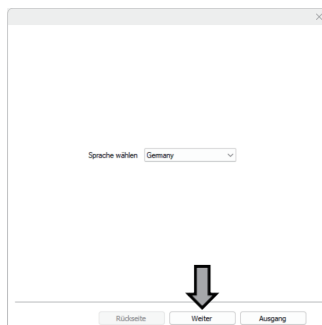

Fig.2
- ② Öffnen Sie die Installationsoberfläche des Druckertreibers, wählen Sie Ihre bevorzugte Sprache aus und klicken Sie auf „Weiter“ (siehe Abbildung 2).